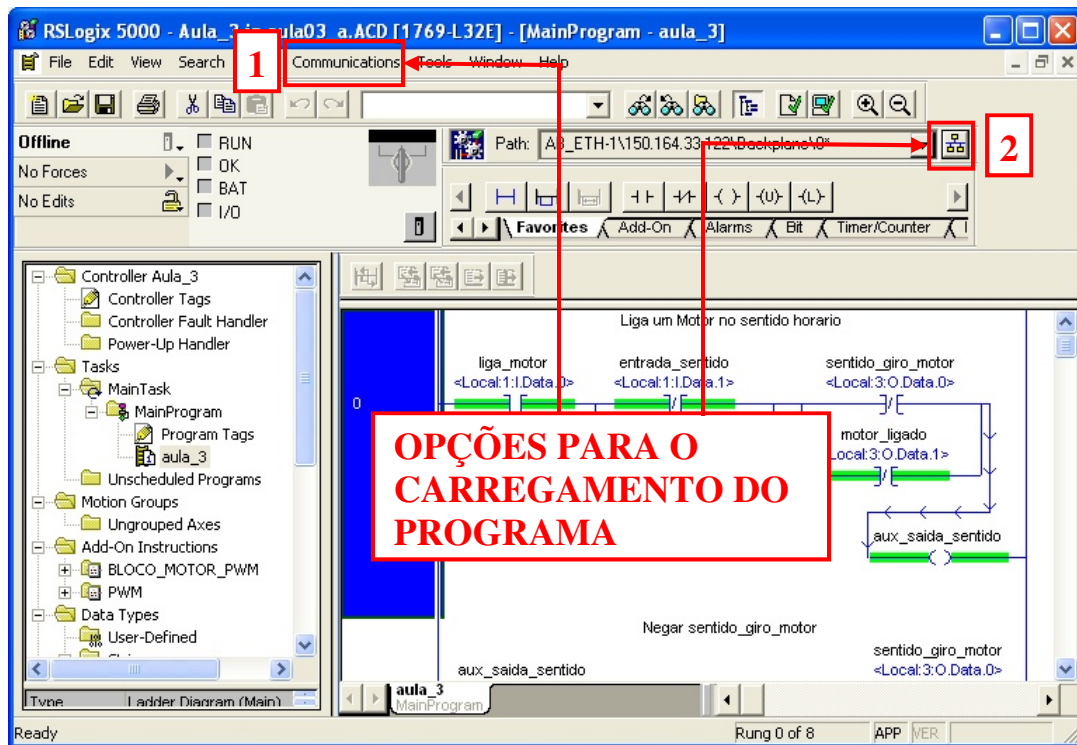
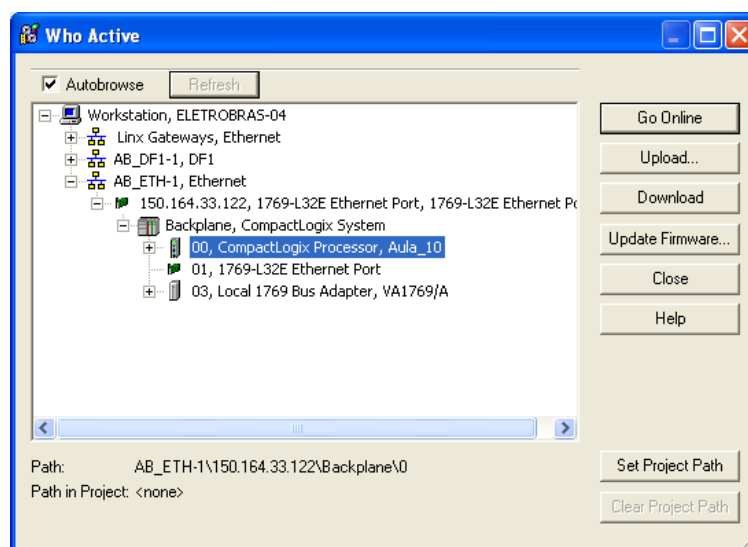

Figura 3: Opções de carregamento de programa no *RSLogix 5000*.
Figura 4: Janela de seleção da porta de comunicação com o CLP.
Após ter obtido um entendimento claro do programa, realize a carga do mesmo no CLP *CompactLogix*. Há duas formas principais de fazê-lo: (1) selecionando *Communications* → *Who Active* no menu principal ou (2) clicando no ícone *Who Active* (figura 3). Uma nova janela surgirá na qual você deve selecionar a porta de comunicação com o CLP a ser empregada, que no nosso caso será sempre a Ethernet (figura 4):